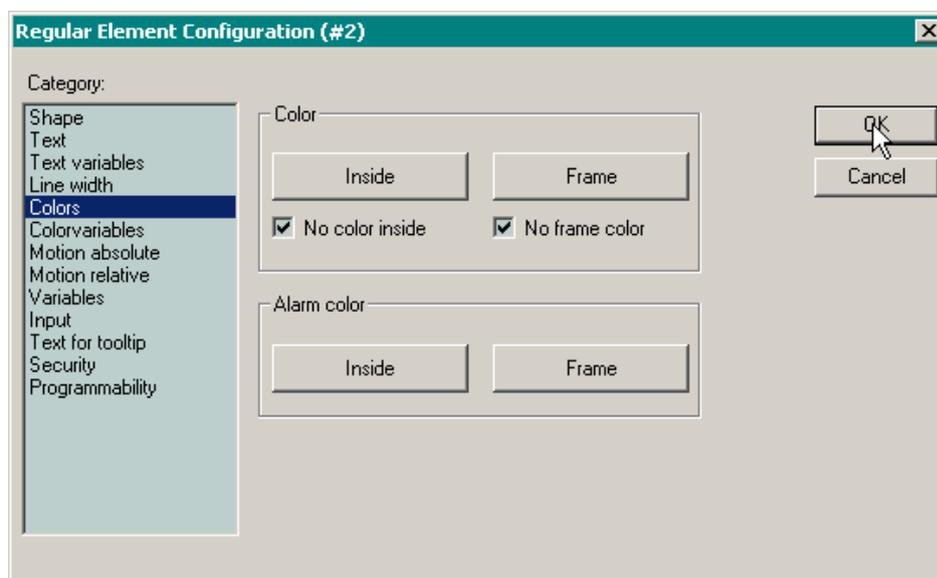

Рис. 74. Отключение отображения границ и фона надписи
- Для того, чтобы сделать невидимыми границы прямоугольника и сделать фон надписи прозрачным, выберите категорию **Colors** и отметьте в ней флажки **No color inside** и **No frame color**, как показано на рис. 74, после чего закройте диалоговую панель **Regular Element Configuration** нажатием кнопки **OK**.